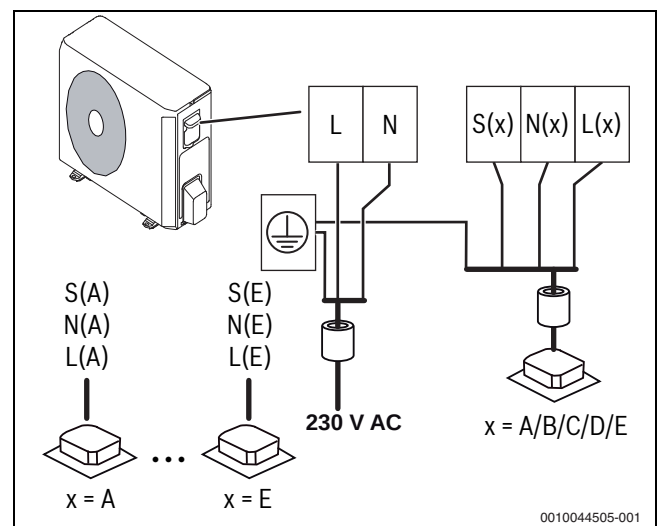

Bild 17 Außeneinheit anschließen
- ▶ Die Kommunikations-Kabel an der Zugentlastung sichern und an den Klemmen L(x), N(x), S(x) und  anschließen (Zuordnung der Adern zu den Anschlussklemmen wie bei der Inneneinheit) (→ Bild 17).